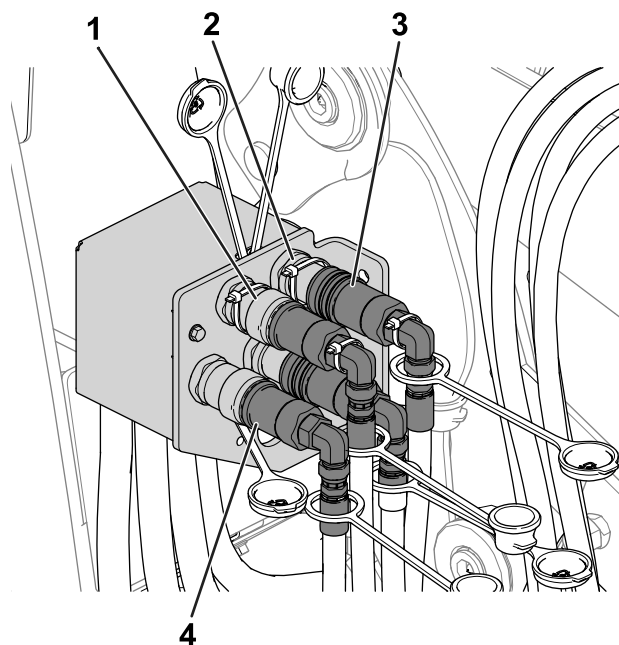

Figura 52
5. Efetue os seguintes passos para ligar os acopladores hidráulicos (Figura 52):